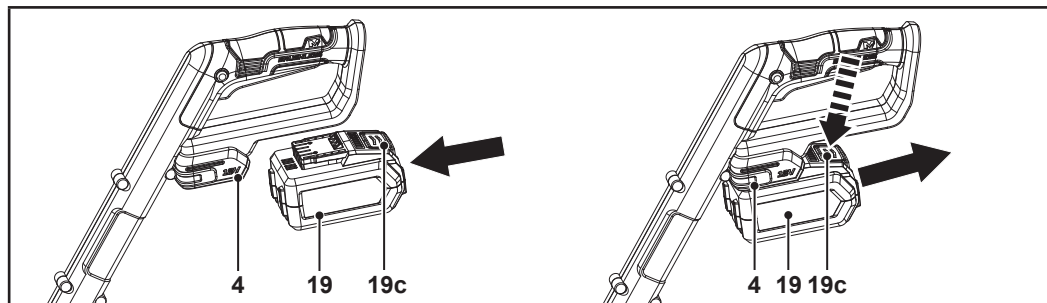

Fig. 3
Installation : Aligner la batterie (19) sur le port de connexion de la batterie (4) et la faire glisser. S'assurer qu'elle s'enclenche (Fig. 3).
Retrait : Appuyer sur le bouton de déverrouillage (19c), puis retirer la batterie (19) du port de connexion de la batterie (4) (Fig. 3).
1. Brancher la fiche secteur (20a) du chargeur (20) sur une alimentation appropriée.
2. Aligner la batterie (19) sur le port de connexion de la batterie (20d) et la faire glisser jusqu'à ce qu'elle s'enclenche (Fig. 3).